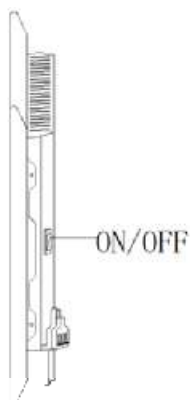

Fig. 7
5. Aperte 2 parafusos no suporte de parede superior. (Fig. 7)
Instale o aquecedor corretamente e ligue-o a uma tomada de alimentação e, em seguida, prima o interruptor da alimentação para a posição "I" para ter corrente presente. **(Fig. 7)**